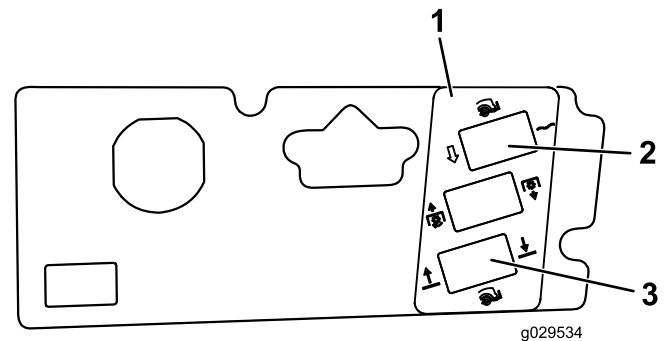

Bild 24
- Säubern Sie die Oberfläche des Armaturenbretts und bringen das Schild um die entstandenen Löcher herum an (Bild 24).
- Setzen Sie die Schalter in die entsprechenden Einbauöffnungen ein (Bild 24).